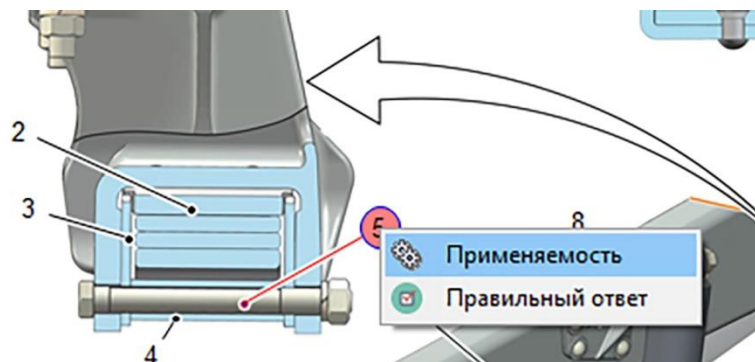

Рисунок 229
1) В редакторе иллюстраций щелкните правой кнопкой мыши по номеру выноски на иллюстрации или в списке выносок (рисунок 229).